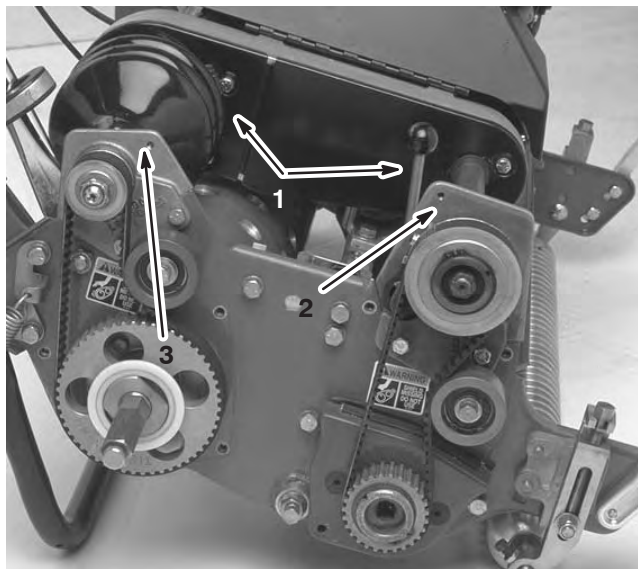

Bild 41
4. Nehmen Sie die Kopfschrauben ab, mit denen die vorderen und hinteren Teile der Differenzialabdeckung am Differenzialgehäuse befestigt sind. Schieben Sie dann die Abdeckungsteile weg, um den Riemen zugänglich zu machen (Bild 41).
6. Nehmen Sie die zwei Kopfschrauben und die Sicherungsmuttern ab, mit denen das vordere Kupplungsgehäuse an der Seitenplatte befestigt ist (Bild 41).
8. Nehmen Sie die zwei Kopfschrauben und die Sicherungsmuttern ab, mit denen das rechte hintere Lagergehäuse an der Seitenplatte befestigt ist (Bild 41).